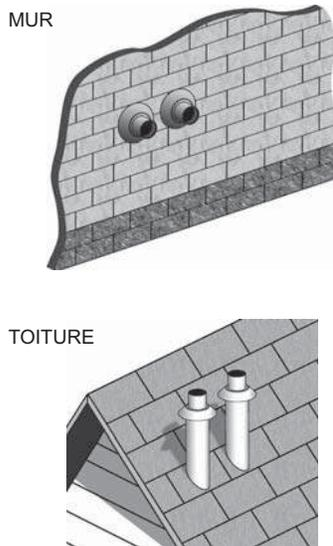

Figure 36. Deux bouches concentriques (mur et toit)
1. Le dégagement entre les chapeaux d'extrémités multiples doit être de 0 cm (0 po) (contact) à un maximum de 5 cm (2 po), dimension A - **Figure 31**, lors de l'installation d'extrémités concentriques à proximité immédiate. Voir **Figure 36** (page 32).
Deux bouches concentriques peuvent être installées à proximité immédiate comme à la **Figure 36** ou avec des dégagements standard lorsque cette disposition n'est pas possible. Voir l'information détaillée sur les dégagements à la **Figure 31** (page 31). Voir **Figure 32** (page 31) lors de l'installation de trois bouches concentriques.